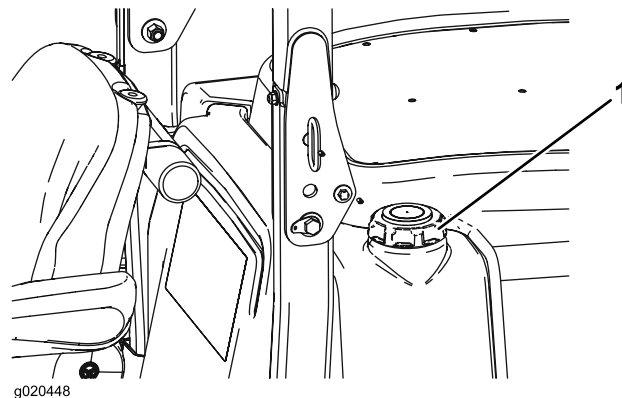

Figura 12
3. Retire a tampa do depósito de combustível (Figura 12).